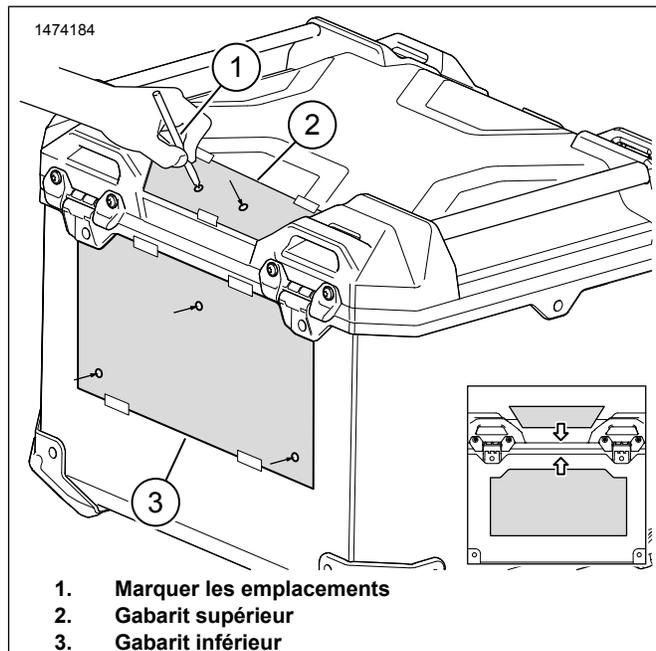
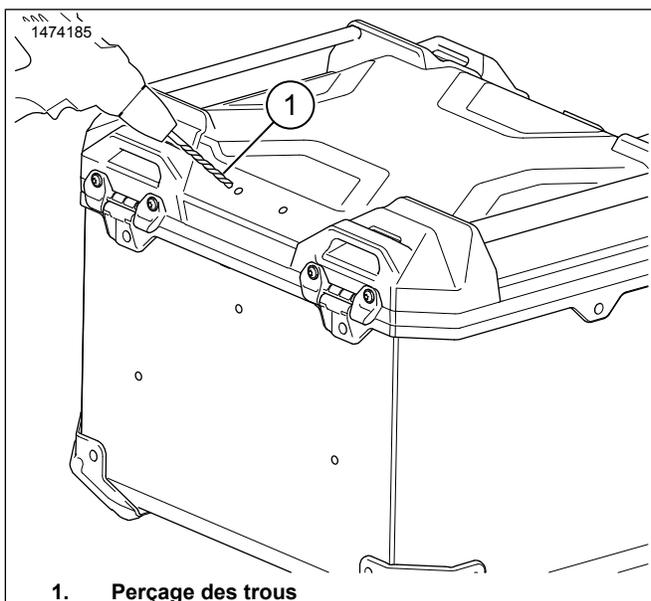

Figure 2. Emplacement du gabarit
Figure 3. Percer la valise supérieure
2. Voir la Figure 2. Coller les gabarits (2 et 3) sur la valise supérieure avec du ruban adhésif comme illustré.
3. Marquer les emplacements (1) de perçage.
4. Voir la Figure 3. Percer les trous dans la valise supérieure. 6,5 mm (0,256 in)